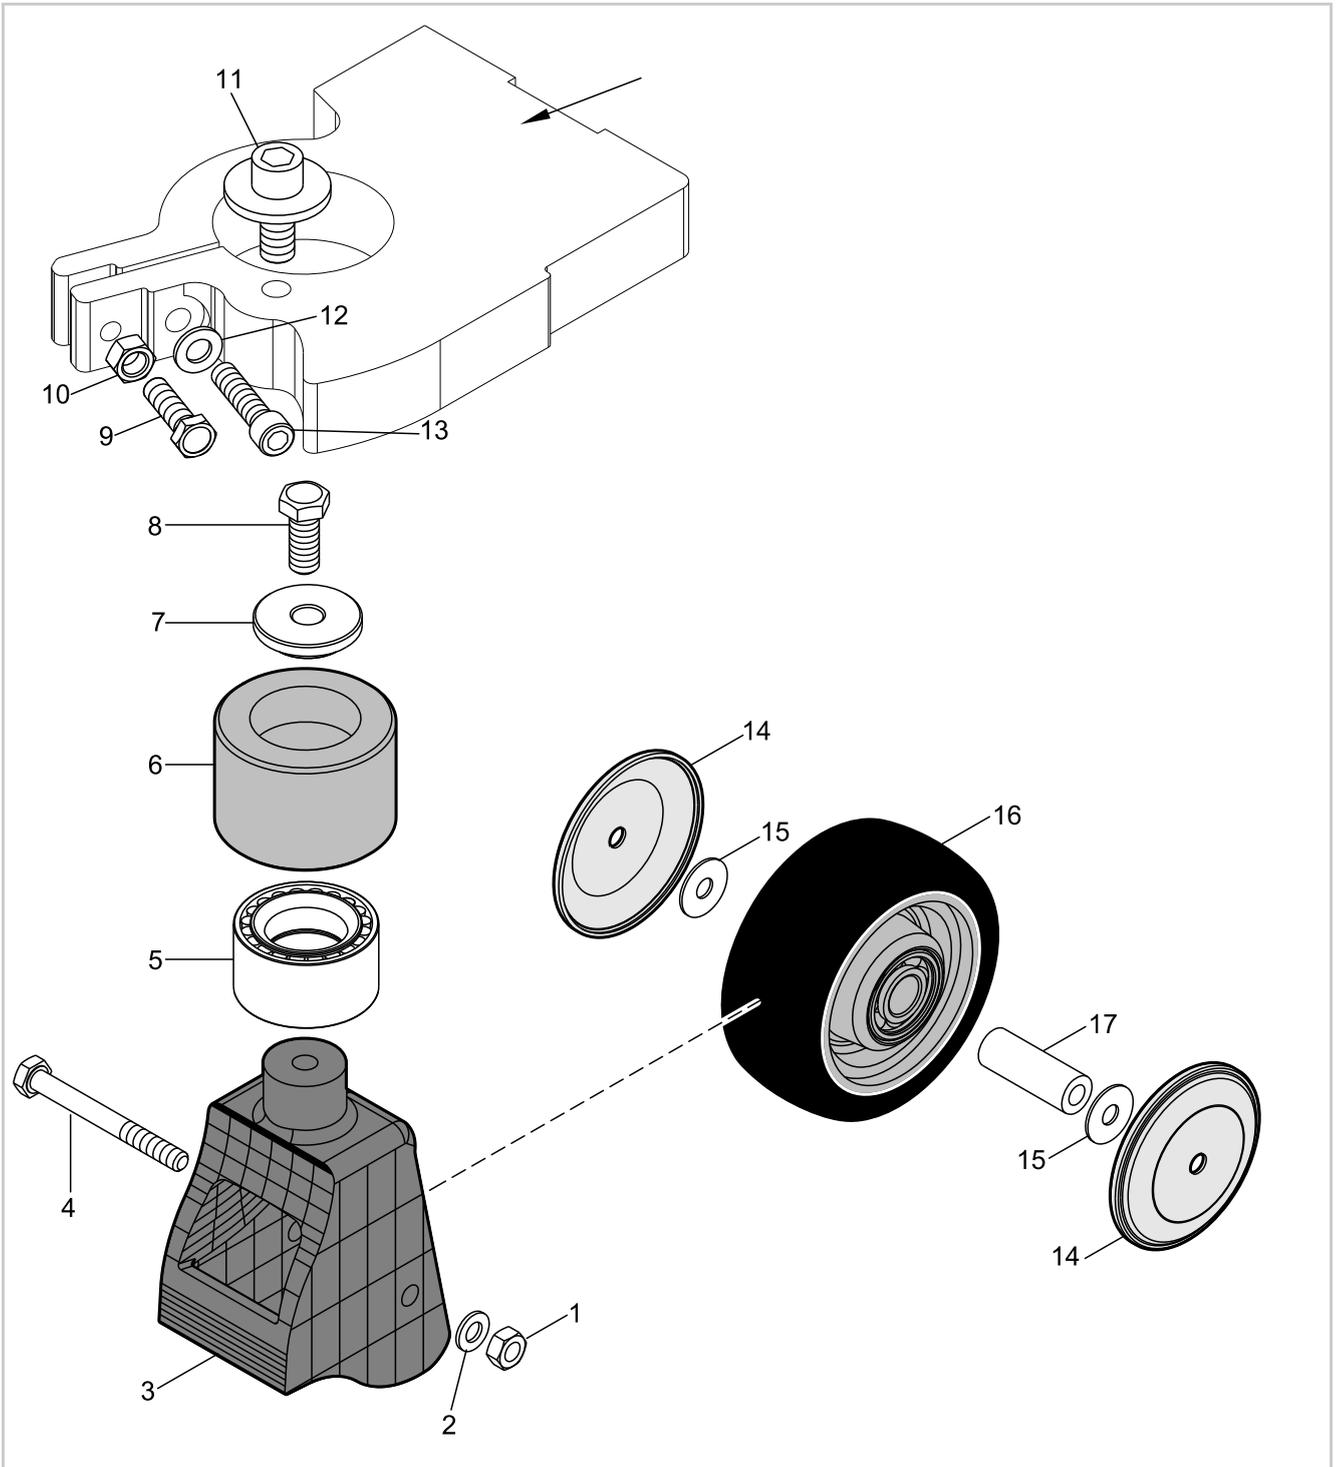

Abb. 12 Einfach-Stützrad
**Hinweis:** Für Einfach-Stützräder siehe Abbildung 12.